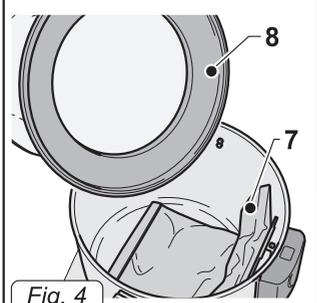

Fig. 4
- Снять полиэфирный фильтр (8 Рис. 4).
- Проверить, если это уместно, что внутри аппарата установлен бумажный мешок (7 Рис. 4).
- Если бумажного мешка нет (7 Рис. 4), установите его, если это необходимо, действуя следующим образом:
- Установить полиэфирный фильтр (8 Рис. 4).
- Снять полиэфирный фильтр (8 Рис. 4), если имеется.
- Снять бумажный мешок (7 Рис. 4), если имеется.
- Снимите бумажный мешок для сбора пыли (7 Рис. 4) и замените его, как указано выше.